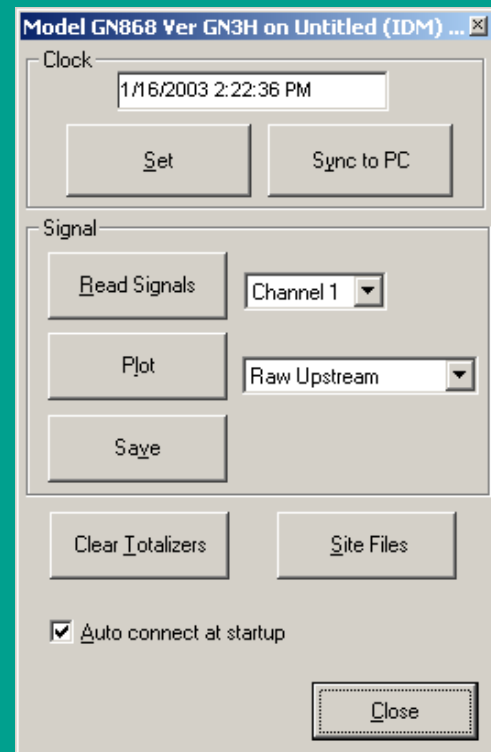

Figura 28: Opções de sinal ativo na janela de propriedades
1. Clique no botão ler sinais. (Se o medidor for um instrumento multicanal, abrir o canal e clicar no canal pretendido) Passado um momento, aparece a janela de propriedades semelhante à da figura 28.